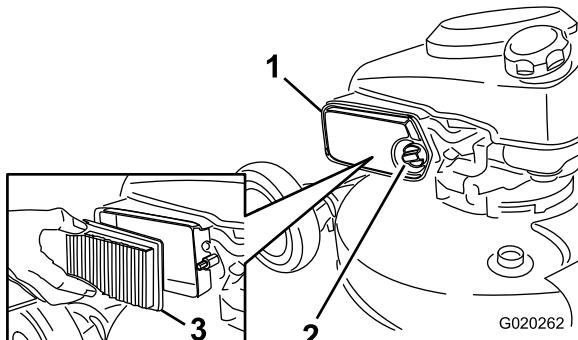

Figure 36
- Dévissez le bouton et ouvrez le couvercle (Figure 36).
- Remplacez l'élément du filtre à air (Figure 36).